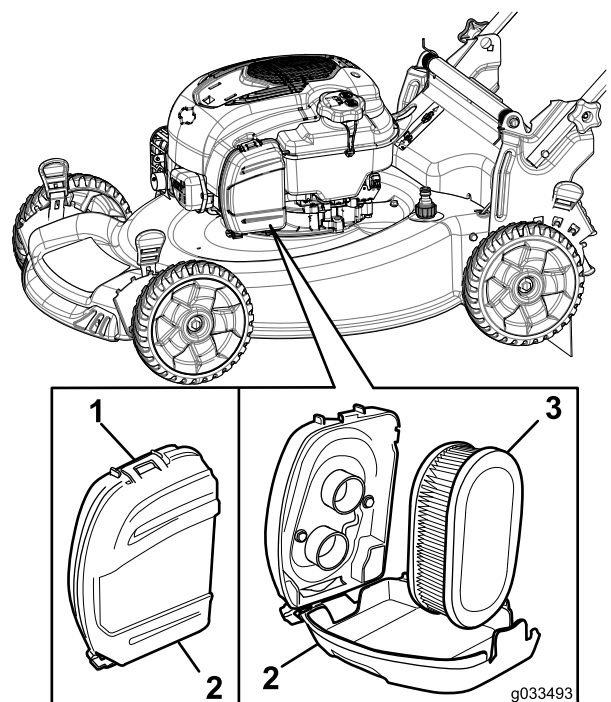

Bild 30
- Entfernen Sie das Oberteil der Luftfilterabdeckung (Bild 30).
- Entfernen Sie den Luftfilter (Bild 30).